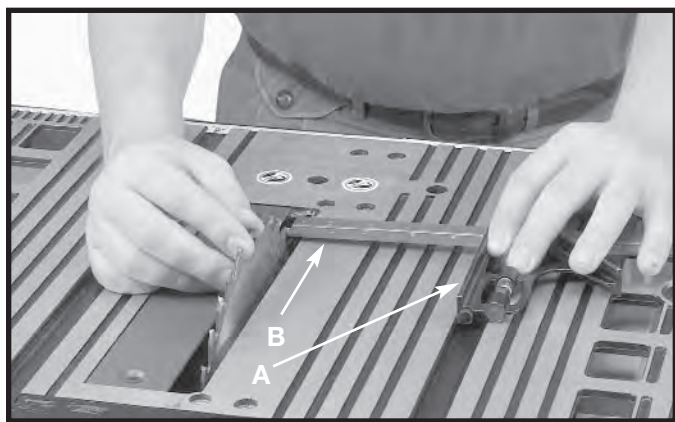
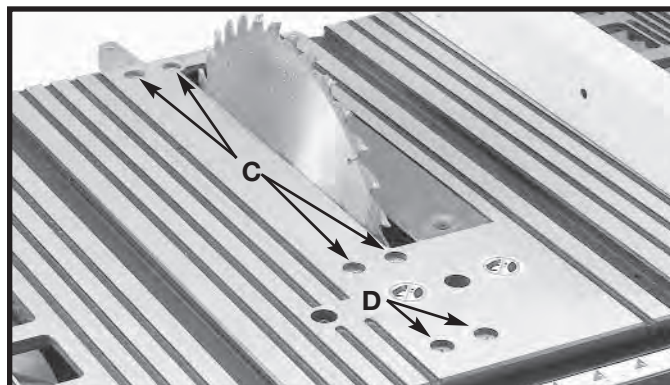

Fig. 35
Fig. 37
2. O indicador mostra a distância entre a guia de corte e a lâmina. Se for preciso fazer ajustes, afrouxe o parafuso (C) Fig. 37 e faça o ajuste.
3. Utilize um esquadro regulável (A) Fig. 35 em contato com a fenda do graminho e ajuste o esquadro (B) até que este toque o dente marcado.
5. Se as medidas frontal e posterior (Figs. 35 e 36) não forem idênticas, você pode ajustar a lâmina. Comece afrouxando as porcas dos quatro parafusos (C) Fig. 37 na bancada. Em seguida, afrouxe os parafusos (C). Mova cuidadosamente a lâmina da serra até que esta fique paralela à fenda do graminho. Ao final, aperte as quatro porcas sob a bancada e os quatro parafusos (C) Fig. 37 de forma segura.
OBSERVAÇÃO: Se não for possível fazer um ajuste suficiente afrouxando os parafusos (C) Fig. 37, afrouxe o parafuso (D) Fig. 37 necessário para fazer o ajuste.